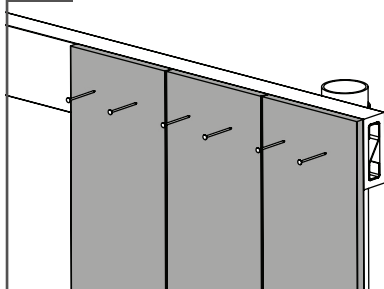

Fig. 29
3. Pour la dernière planche de la pagée, mesurez la taille de l'ouverture restante avant de fixer la planche, comme illustré à la fig. 29.